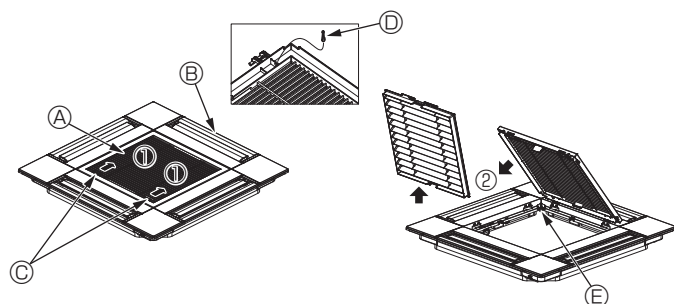

Fig. 10-3
10.2.1. Afmontering af indtagsgitteret (Fig. 10-3)
- Skub håndtagene i retningen angivet af pilen ① for at åbne indtagsgitteret.
- Med indtagsgitteret i "åben" position fjernes indtagsgitterets hængsel fra gitteret som vist med pilen ②.
- ① Indtagsgitter
- ② Gitter
- ③ Greb på indtagsgitter
- ④ Gitterets krog
- ⑤ Hul til gitterets krog